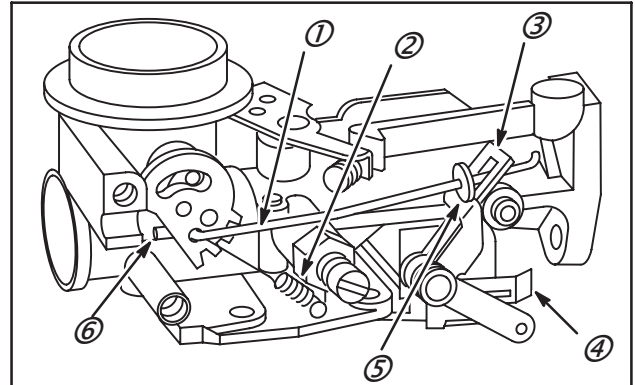

Fig. 79
1. Placer la partie en "Z" de la biellette (1) du Choke-A-Matic® dans le même trou (6) que le ressort de rappel (2).
2. Glisser la rondelle sur l'embout de la biellette et glisser le levier du Choke-A-Matic® sur l'axe (3).
3. Poser le levier complet et le contact d'arrêt (4) sur le carburateur, Fig. 79.